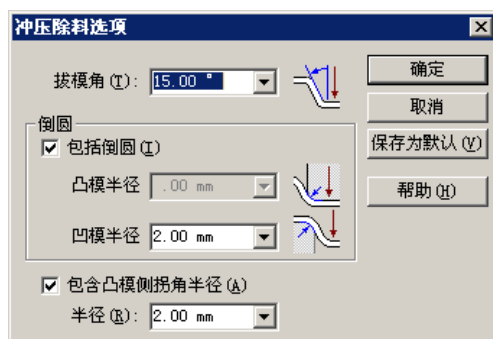

图 6.3.6 “冲压除料选项”对话框
(1) 在“冲压除料”命令条中单击 按钮，在 **距离** 文本框中输入值 20，并按 Enter 键。
(2) 在“冲压除料”命令条中单击 按钮，系统弹出图 6.3.6 所示的“冲压除料选项”对话框；在 **拔模角 (T)** 文本框中输入值 15，在 **倒圆** 区域选中 ☒ **包括倒圆 (C)** 复选框，在 **凹模半径** 文本框中输入值 2；选中 ☒ **包含凸模侧拐角半径 (A)** 复选框，在 **半径 (R)** 文本框中输入值 2，单击 **确定** 按钮。